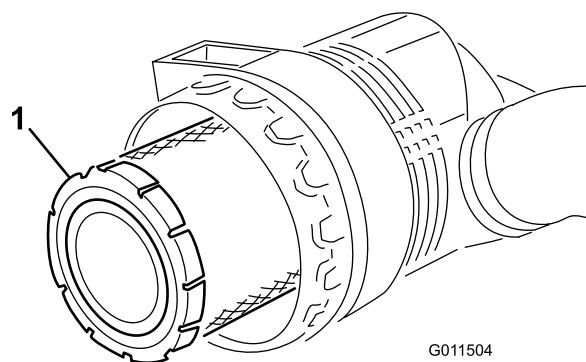

Figura 48
5. Togliete il filtro primario e sostituitelo (Figura 48).